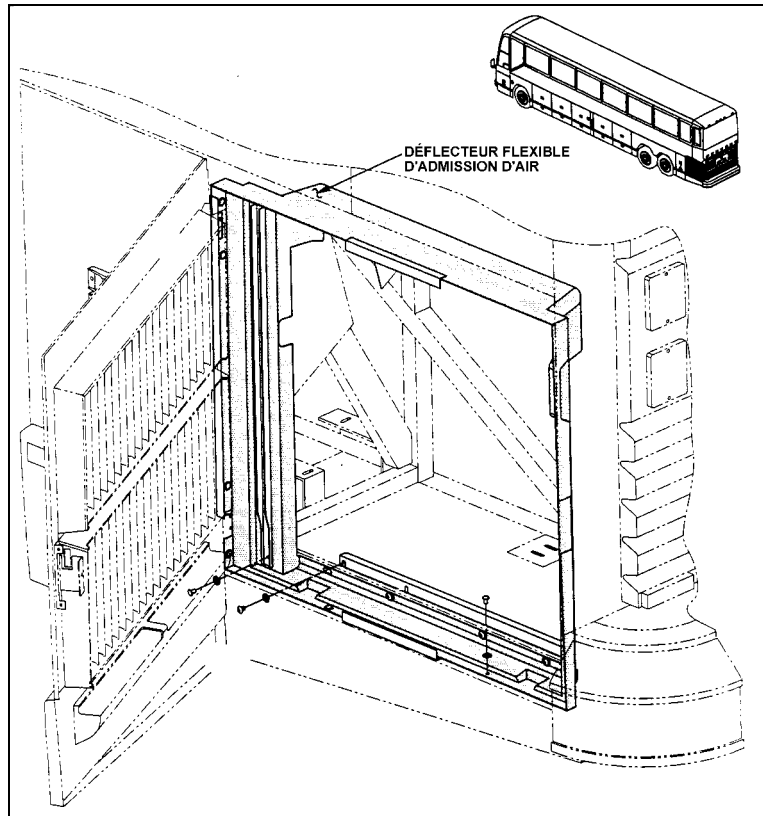

FIGURE 1: COMPARTIMENT DU RADIATEUR (série H3)
1. Ouvrir la porte du compartiment du radiateur (voir fig. 1).